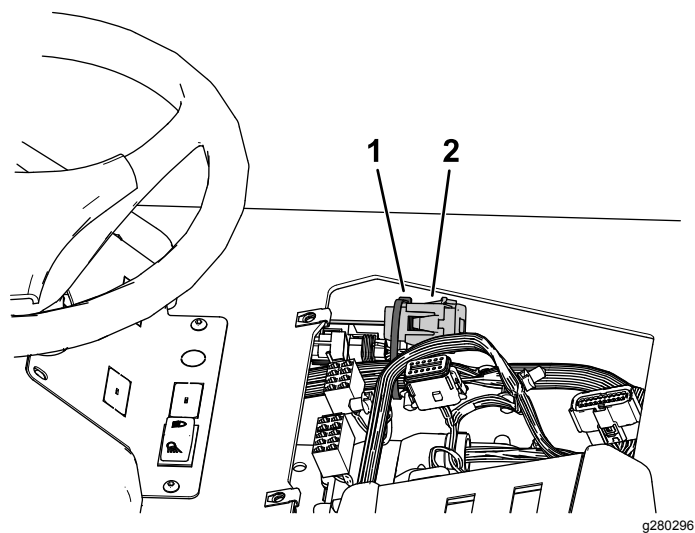

図 15
2. 無線アワーメータアセンブリの端部を、ダッシュボードの配線ラベルは HR-METER パネル開口部の左側にあるに接続する 図 15。
3. 無線アワーメータをケーブルタイでワイヤハーネスに固定する 図 15。